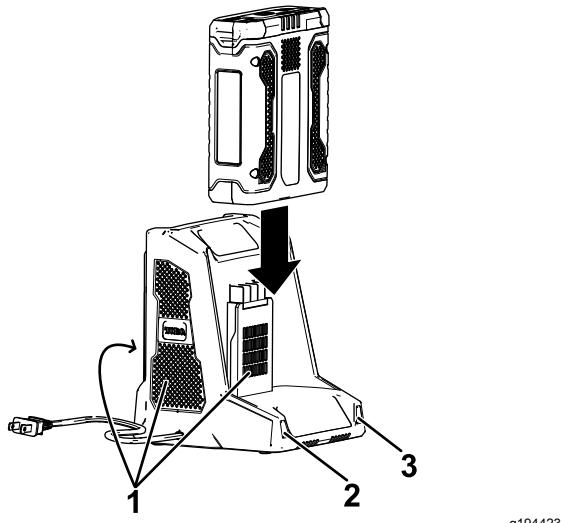

Bild 4
5. Schieben Sie das Akkupack in das Ladegerät, bis es einrastet (**Bild 4**).